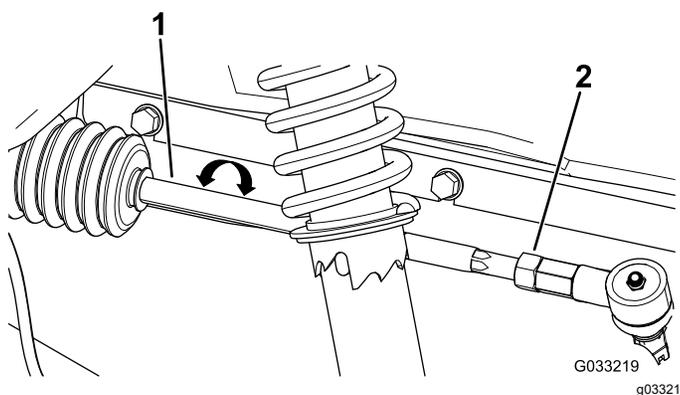

Bild 49
3. Wenn der Wert nicht zwischen 0-6 mm liegt, lösen Sie die Klemmmuttern am äußeren Ende der Spurstangen (Bild 49).